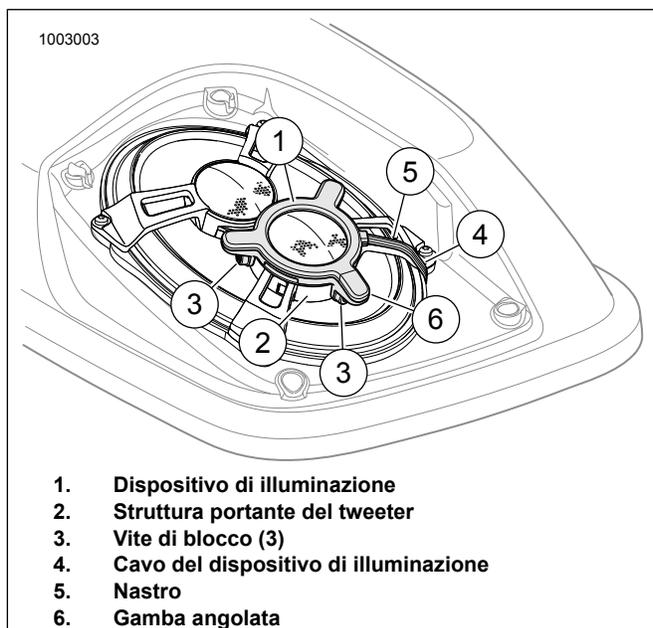

Figura 5. Installazione del dispositivo di illuminazione
Vedere la figura 5. Collocare il dispositivo di illuminazione (1) sul ponticello del tweeter (2). Premere leggermente il dispositivo di illuminazione per posizionarlo.